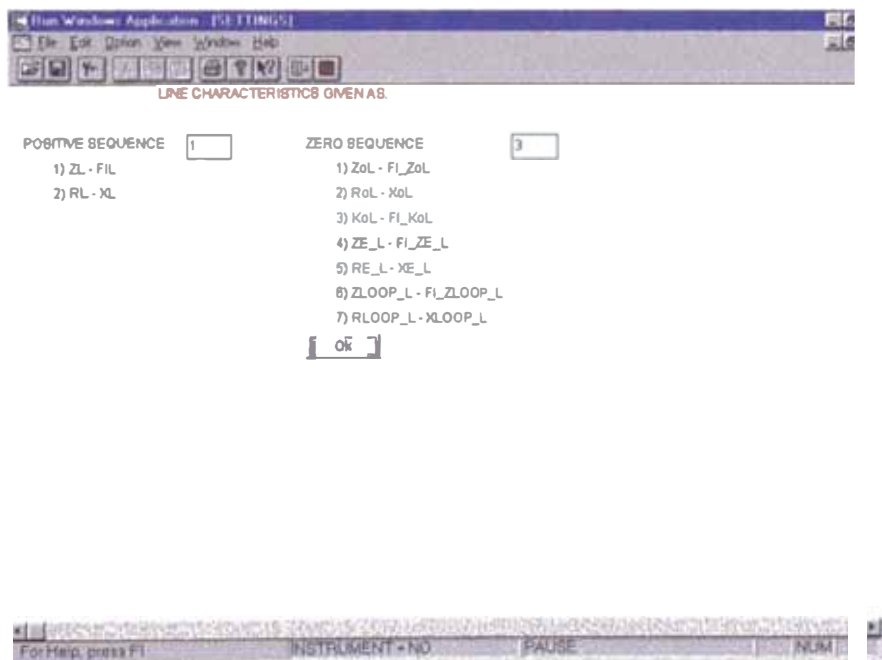

Figura IV.17
- En la página 6 (Figura IV.17) se solicitarán los parámetros de líneas, tanto de secuencia positiva como de secuencia cero. Con los valores que uno inserte el programa calculará el valor del K0 de pruebas, este valor si es importante porque influirá en los resultados para las pruebas monofásicas. (Ver figura IV 18)